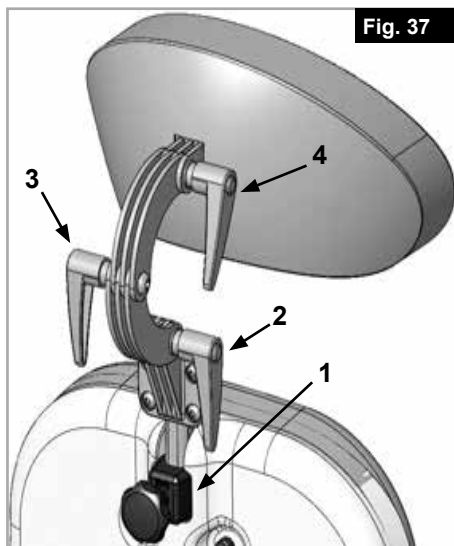

Fig. 37
Huvudstödet kan flyttas uppåt (1), framåt och bakåt, (2-3-4). För att göra det, lösgör helt enkelt tillhörande frigöringspackar/knappar, justera nackstödet till önskad position, och dra åt dem igen, (Fig. 37).